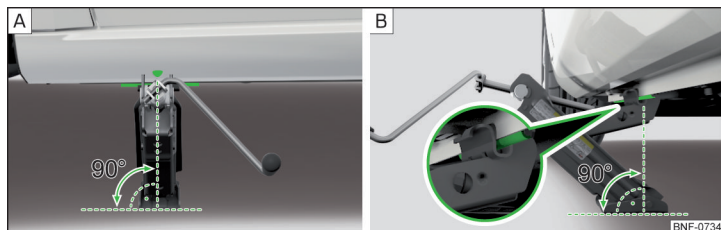

Рис. 153 Встановлення домкрата
- ▶ Переконайтесь, що опорна плита домкрата всією поверхнею стоїть на рівній поверхні, так що важіль знаходиться у вертикальному положенні відносно точки кріплення » Рис. 153 - [A].
- ▶ Підніміть за допомогою ручки домкрата на таку висоту, щоб його захват охоплював ребро » Рис. 153 - [B].